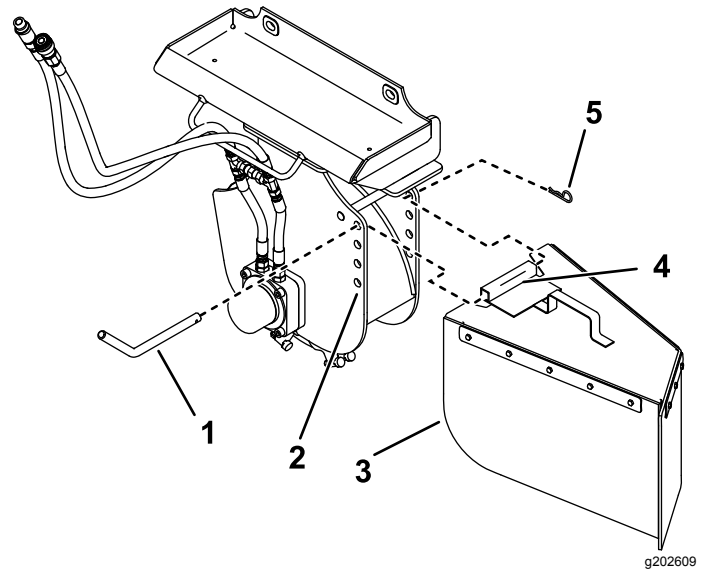

Figura 10
Il trinciaceppi è dotato di 4 serie di fori di montaggio per montare il deflettore per trucioli (Figura 10). Spostate il deflettore in alto (nei fori superiori) quando trinciate vicino al suolo e in basso (nei fori inferiori) quando trinciate ceppi alti. Montate il deflettore per trucioli nel modo seguente:
- Posizionate il tubo di montaggio del deflettore tra 2 fori sul trinciaceppi (Figura 10).
- Infilate il perno del deflettore attraverso i fori sul trinciaceppi e nel tubo di montaggio (Figura 10).
- Fissate il perno con una coppiglia (Figura 10).